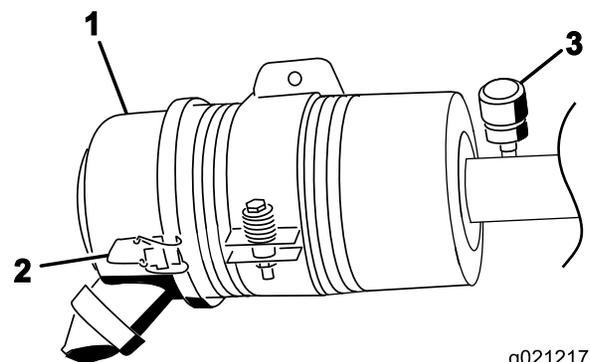

Figura 83
Faça a manutenção ao filtro de ar apenas quando o indicador de manutenção o exigir (Figura 83). Mudar o filtro de ar antes de ser necessário apenas aumenta a possibilidade de entrar sujeira no motor quando retira o filtro.
2. Liberte os trincos que fixam a cobertura do filtro de ar ao respetivo corpo (Figura 83).